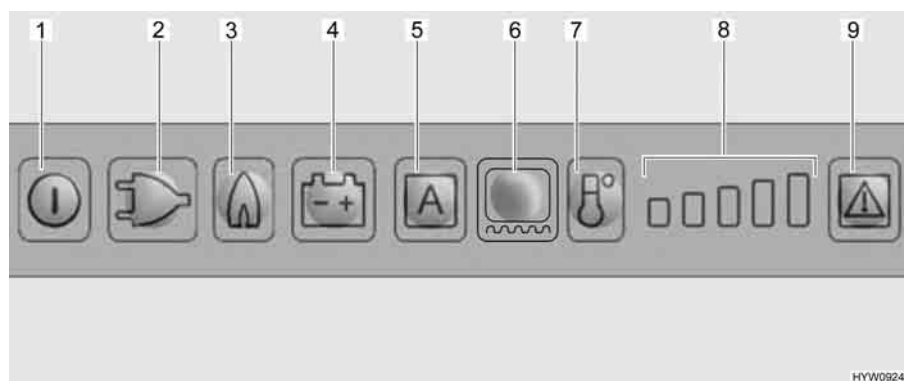

Fig. 142 Elementi di comando del frigorifero
Se è impostata la modalità di funzionamento "AES", la tensione a 230 V **non** è allacciata e il motore del veicolo è **spento**, il sistema AES seleziona il rifornimento di gas. Selezionando il funzionamento a gas, il dispositivo di sicurezza si apre automaticamente, così che il gas possa fluire al bruciatore. Contemporaneamente si inserisce l'accenditore elettronico. Se la fiamma del gas si spegne, p. es. a causa di un colpo di vento, l'accenditore viene subito azionato riaccendendo il gas. In caso di guasto del funzionamento a gas, i tasti luminosi relativi a gas (Fig. 142,3) e guasto (Fig. 142,9) lampeggiano e viene emesso un segnale acustico per 20 secondi.
Dopo l'accensione il frigorifero seleziona automaticamente la regolazione intermedia del termostato. Questa regolazione può essere modificata manualmente tramite il tasto di selezione del livello di temperatura (Fig. 142,7). Le spie di controllo (Fig. 142,8) indicano la temperatura selezionata sul termostato. Il tasto di selezione del livello di temperatura permette di regolare la temperatura di refrigerazione per tutti e tre i tipi di energia. Ci vogliono alcune ore prima che il frigorifero raggiunga la temperatura normale di esercizio. Cambiando la modalità di funzionamento la regolazione del termostato non viene modificata. La temperatura di refrigerazione è indipendente dal tipo di energia utilizzata.
- Accendere il riscaldamento del telaio per 2 ore: Premere una volta il tasto luminoso per il riscaldamento del telaio (Fig. 142,6). Sull'indicazione dei gradi di temperatura (Fig. 142,8) si accende una barra.
- Accendere il riscaldamento del telaio per 5 ore: Premere due volte il tasto luminoso per il riscaldamento del telaio (Fig. 142,6). Sull'indicazione dei gradi di temperatura (Fig. 142,8) si accendono due barre.
- Regolazione del riscaldamento del telaio ad esercizio continuo: Premere tre volte il tasto luminoso per il riscaldamento del telaio (Fig. 142,6). Sull'indicazione dei gradi di temperatura (Fig. 142,8) si accendono tre barre.
L'indicazione dei gradi di temperatura (Fig. 142,8) indica per alcuni secondi la durata di esercizio del riscaldamento del telaio.
Nel caso di temperature esterne ed umidità dell'aria elevate è possibile che si formino gocce d'acqua sul telaio in metallo del vano congelatore. Per questo motivo il frigorifero è dotato di un riscaldamento del telaio per il vano congelatore. Nel caso di temperature e umidità dell'aria elevate, accendere il riscaldamento del telaio con il tasto luminoso per il riscaldamento del telaio (Fig. 142,6). È possibile così evitare fenomeni di corrosione. Quando il riscaldamento del telaio è acceso, si accende il tasto luminoso (Fig. 142,6).
- Premere il tasto On/Off (Fig. 142,1) per circa 2 secondi. Il frigorifero si accende e viene visualizzato l'ultimo tipo di energia impostato, oppure "AES".
- Impostare la temperatura di refrigerazione con il tasto di selezione del livello di temperatura (Fig. 142,7). Le spie di controllo (Fig. 142,8) indicano la temperatura selezionata sul termostato.
- Premere il tasto On/Off (Fig. 142,1) per circa 2 secondi. Il frigorifero si spegne e le indicazioni smettono di lampeggiare.